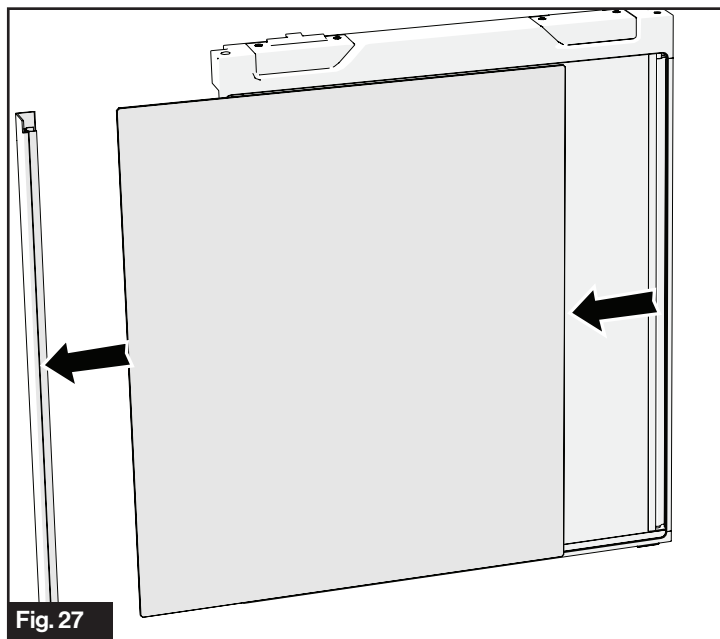

Fig. 27
1. Retirez le couvercle latéral. (Fig. 27)